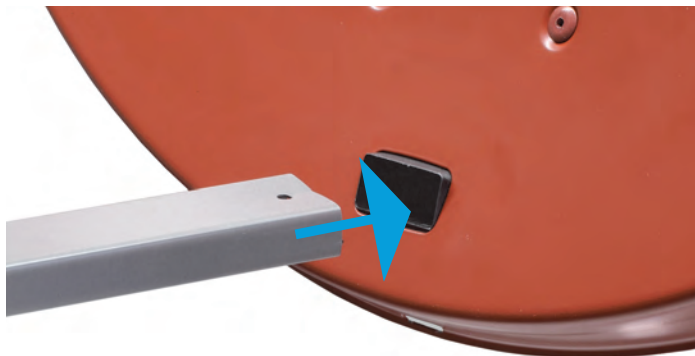

Bild 4: Reflektor und Tragarm verbinden
1. Schieben Sie den Tragarm in die dafür vorgesehene Aussparung im Reflektor bis dieser einrastet (siehe Bild 4, oben).